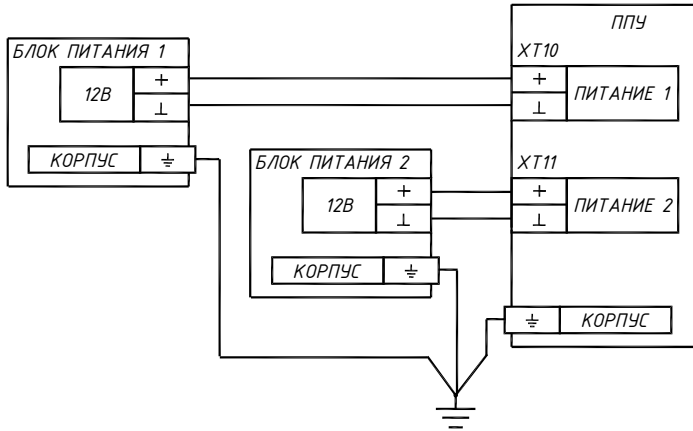

Рис. 2.1. Подключение источников питания.
1) Подключение **источников бесперебойного питания** к прибору осуществляется согласно рис. 2.1. Описание и характеристики входов питания ХТ10, ХТ11 приведены в п.п. 1.2.4.1-1.2.4.2.